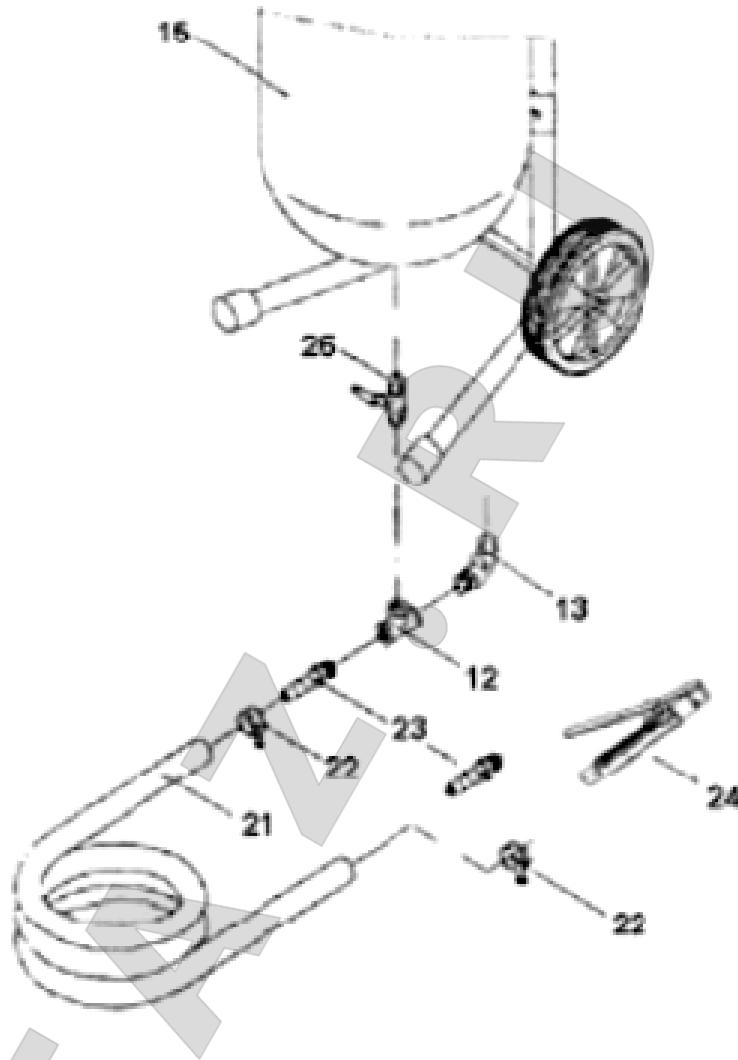
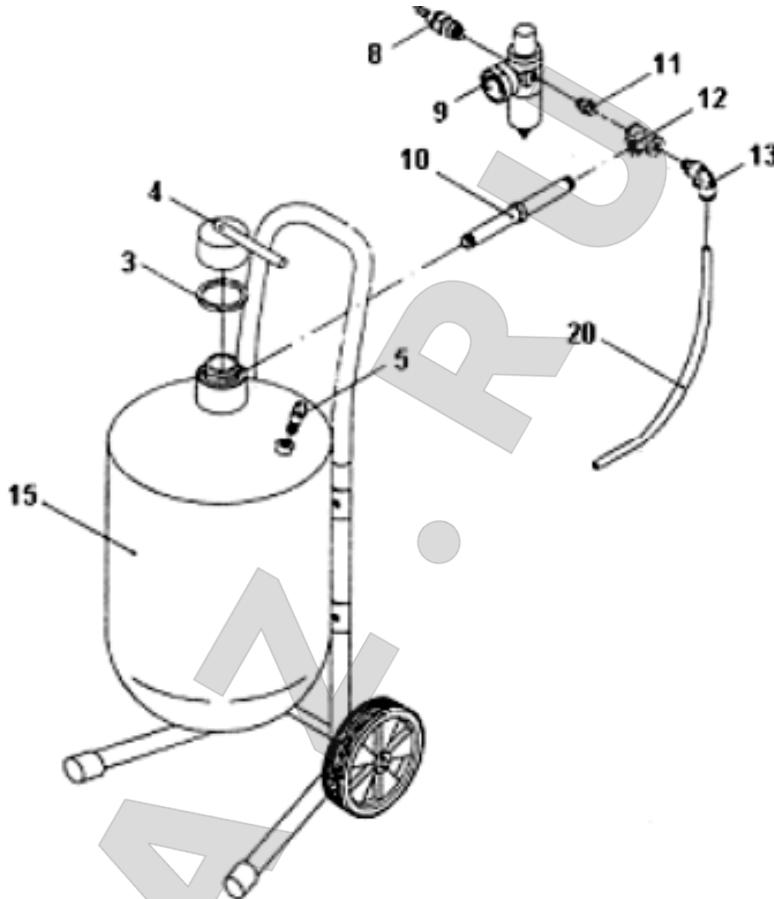

Рис. 3. Сборка линии абразива.
Рис. 4.
- Вверните штуцер (8) во входное отверстие фильтра-регулятора (9).
- Вверните в выпускное отверстие фильтра-регулятора (9) через проходник (11) впускной коллектор (12). Манометр фильтра-регулятора должен быть обращен в сторону как на Рис. 4.
- Вверните монтажную трубу (10) в боковое отверстие впускного коллектора (12).
- Полученную сборку свободным концом монтажной трубы (10) вверните в резьбовой порт на вершине резервуара (15).
- Вверните предохранительный клапан (5) в резьбовое отверстие верхней части резервуара (15).
- Наверните крышку(4) на засыпную горловину резервуара через уплотнительное кольцо (3).
- Вверните угловой соединитель (13) в свободное отверстие впускного коллектора (12).
- Удостоверьтесь, что концы угловых соединителей (13) на Рис. 3 и на Рис. 4 направлены друг к другу.
- Вставьте концы воздушного шланга (20) в угловые соединители (13) воздушной линии и линии абразива соответственно.